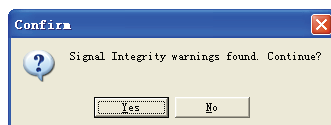

图 11-47 确认对话框
(1) 执行菜单 “Tools” → “Signal Integrity...” 命令, 打开信号完整性分析仿真器 (Signal Integrity), 则出现如图 11-47 所示的确认对话框